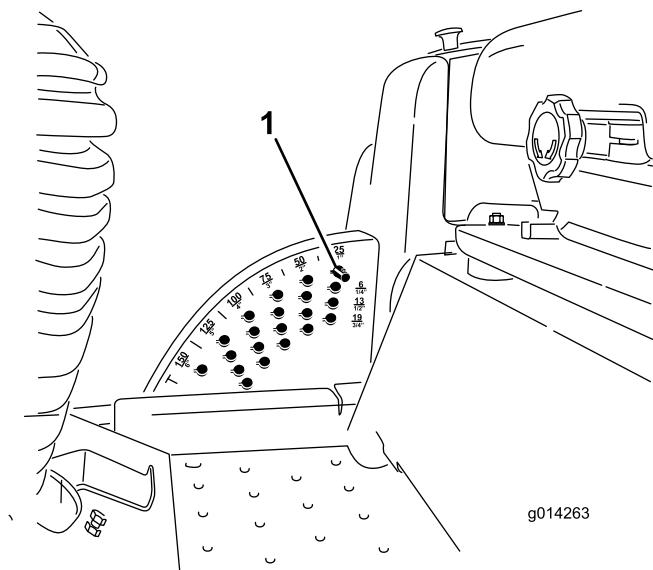

Figura 15
Nota: Para bloquear la carcasa de corte en posición elevada, eleve la plataforma más allá de la posición de 15 cm (6 pulgadas), retire el pasador de tope de altura de corte (consulte Ajuste de la altura de corte \(página 22\)), y ponga el pasador en la posición de altura de corte de 15 cm (6 pulgadas) (Figura 15).
1. Con el motor en marcha, presione hacia atrás el interruptor de elevación de la carcasa hasta que la carcasa del cortacésped esté elevada del todo y **suelte el interruptor inmediatamente** (Figura 15).
2. Para ajustar, gire el pasador hasta que el nervio quede alineado con la ranura del taladro del soporte de altura de corte, y retire el pasador (Figura 15).
3. Seleccione un taladro del soporte de altura de corte que corresponda a la altura de corte deseada, inserte el pasador y gírelo para bloquearlo en esa posición (Figura 15).
Nota: Hay cuatro filas de taladros (Figura 15). La fila superior corresponde a la altura de corte impresa encima del pasador. La segunda fila corresponde a la altura impresa más 6 mm ($\frac{1}{4}$ "). La tercera fila corresponde a la altura impresa más 12 mm ($\frac{1}{2}$ "). La fila inferior corresponde a la altura impresa más 18 mm ($\frac{3}{4}$ "). Para la posición de 15.8 cm (6") hay un solo taladro, situado en la segunda fila. Esta posición no añade 6 mm ($\frac{1}{4}$ ") a la altura de 15.8 cm (6").